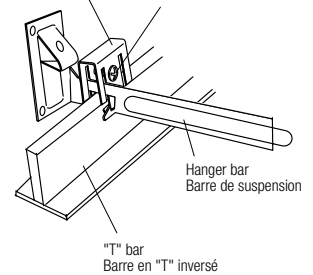

Figure 12
5. Secure hanger bars to T-bars. Optional T-Bar Clips and screws must be used as local code authority or site conditions required (Fig. 12).
5. Fixer les barres de suspension à la barre en T inversé. Les attaches optionnelles pour la barre en T inversé et les vis doivent être utilisées selon les codes électriques en vigueur dans votre région ou selon les exigences liées aux conditions de l'emplacement (Fig. 12).